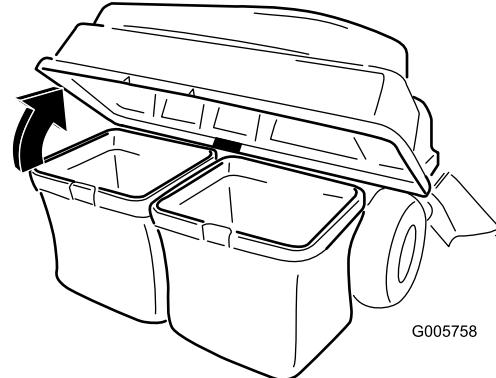

Figure 42
- Ouvrez (soulevez) le couvercle du système de ramassage (Figure 42).**